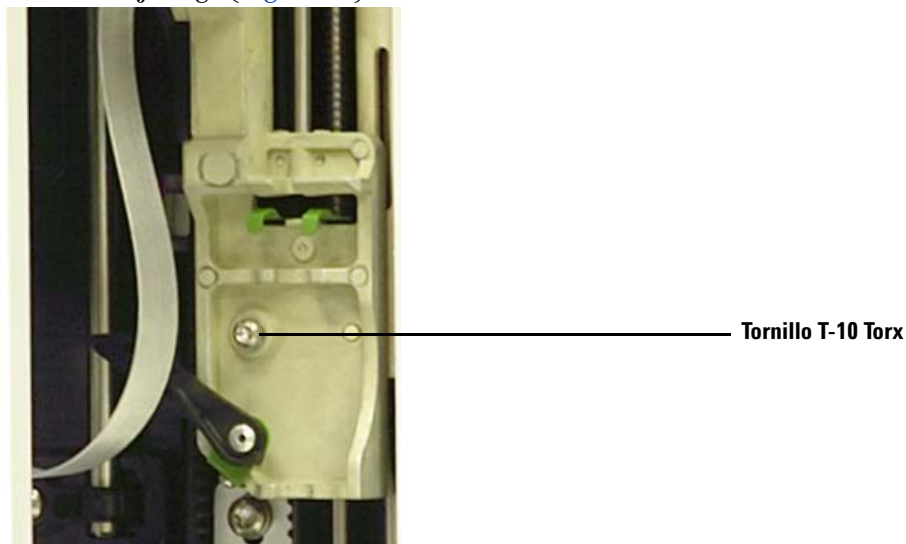

Figura 62 Extracción del tornillo T-10 Torx.
- 6 Afloje y extraiga por completo el tornillo T-10 Torx situado encima del cierre de la jeringa (Figura 62).